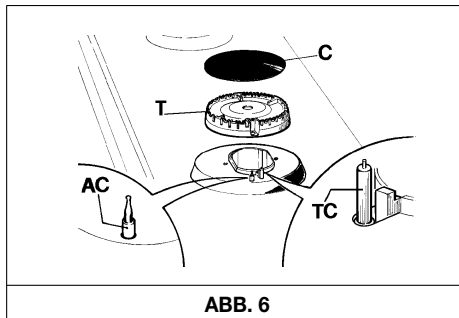

ABB. 6
Will man den Glanz der Oberfläche des Kochfelds erhalten, ist es sehr wichtig, sie nach jedem Gebrauch mit lauwarmen Seifenwasser zu putzen, abzuspülen und zu trocknen. Auf gleiche Art sind die emaillierten Gitterroste, die emaillierten Abdeckungen "C" und die Brennköpfe "T" zu reinigen (siehe Abb. 6).
- **Überzeugen Sie sich, dass die Öffnungen der Brennköpfe "T" (Abb. 6) nicht mit Fremdkörpern verstopft sind.**
- **Überzeugen Sie sich, dass die runde emaillierte Brennkopfabdeckung "C" (Abb. 6) korrekt auf dem Brennkopf aufsitzt. Die Position ist korrekt, wenn die Brennkopfabdeckung fest und stabil auf dem Brennkopf aufsitzt.**